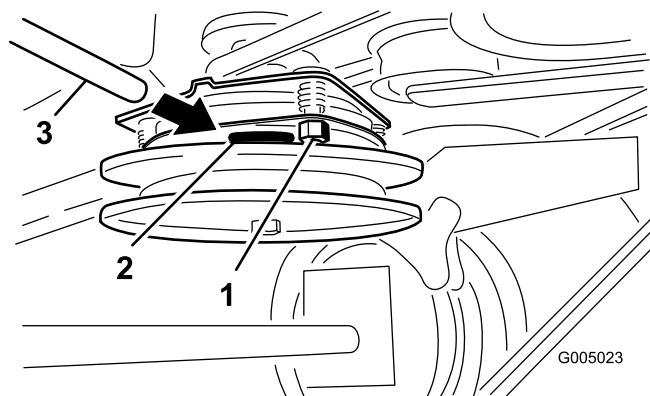

Figura 35
2. Serrate i dadi di bloccaggio fino ad avvertire un leggera tensione sullo spessore, che non impedisce di muoverlo facilmente entro lo spazio libero (Figura 35).